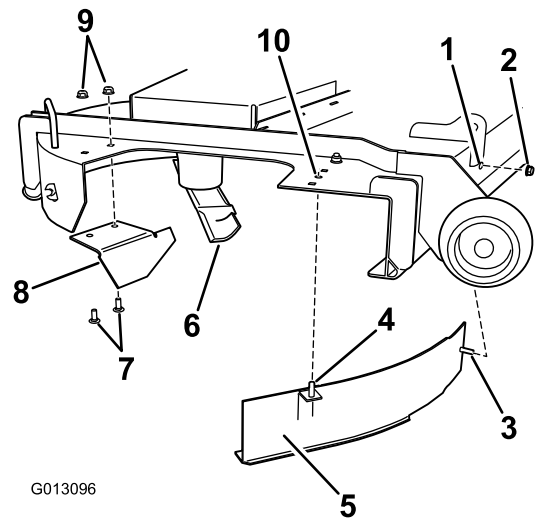

Figura 10
3. Localice el tabique biselado e instálelo en la carcasa usando los taladros traseros de la carcasa de corte (Figura 10).
4. Instale el deflector curvo en la carcasa de corte (Figura 10).
Para carcasas de corte de 60 pulgadas (152,4 cm), vuelva a instalar el tabique que retiró anteriormente (Figura 10).